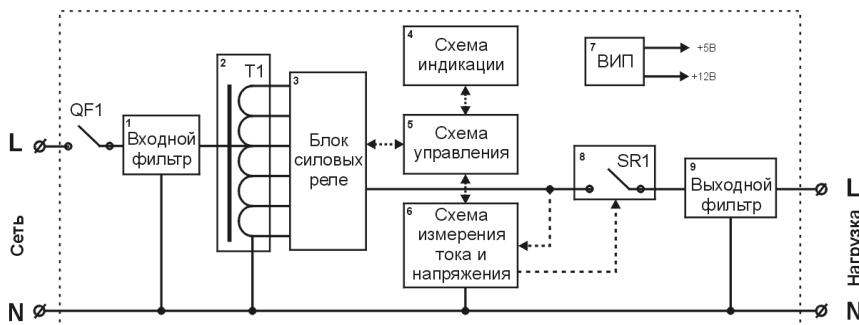

Рис.3.Структурно-функциональная схема стабилизатора
В целях снижения уровня помех в выходном напряжении в стабилизаторе предусмотрен фильтр (7) (рис.3). Подавление помех зависит от ступени регулирования автотрансформатора и составляет не менее 10 дБ на частоте 100 кГц.